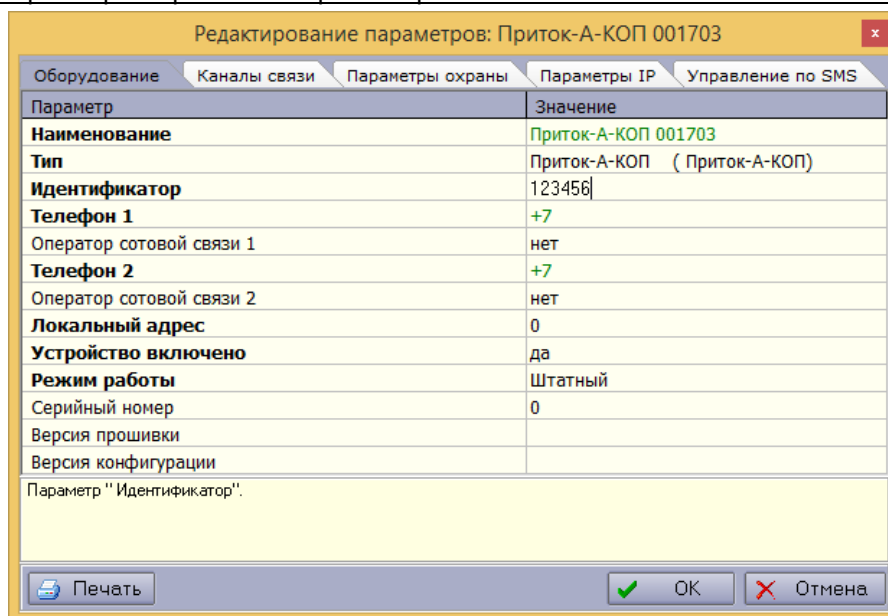

Рисунок 2.3- Конфигурирование прибора в АРМ «Конфигуратор»
– **«Идентификатор»** (рисунок 2.3) – число, совпадающее со значением параметра «Идентификатор прибора на пульте» вкладка «Подключение», установленного в конфигурации прибора (см. вкладку «Подключение» п. 2.2.6). Обязательный параметр.